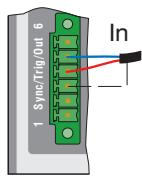

Abb. 18 Synchronisierung mehrerer Controller, links sternförmig, rechts verkettet
- Verbinden Sie die Pins Sync+ und Sync- von Controller 1 (Master) sternförmig mit den Pins Sync+ und Sync- von Controller 2 (Slave) bis Controller n, um zwei oder mehrere Controller miteinander zu synchronisieren, siehe Abb. 18
- Verbinden Sie die Pins Sync+ und Sync- von Controller 1 (Master) mit den Pins Sync+ und Sync- von Controller 2 (Slave 1). Verbinden Sie die Pins nachfolgender Controller, um zwei oder mehrere Controller miteinander zu synchronisieren, siehe Abb. 18